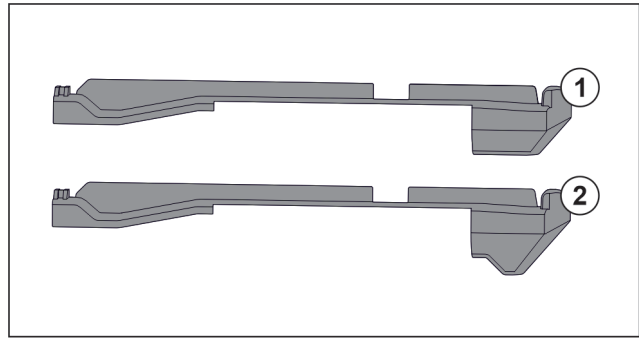

Fig. 31 Vergleich der Aufsteckteile
Im Gerät befinden sich zwei unterschiedliche Aufsteckteile. Das Aufsteckteil über dem untersten Schubfach Fig. 31 (2) hat eine dreieckige Kante. Alle anderen Aufsteckteile Fig. 31 (1) haben eine gerade Kante.
- ▶ Aufsteckteil Fig. 31 (2) mit der dreieckigen Kante über dem untersten Schubfach anbringen.
- ▶ Aufsteckteil Fig. 31 (1) mit der geraden Kante an allen anderen Stellen anbringen.